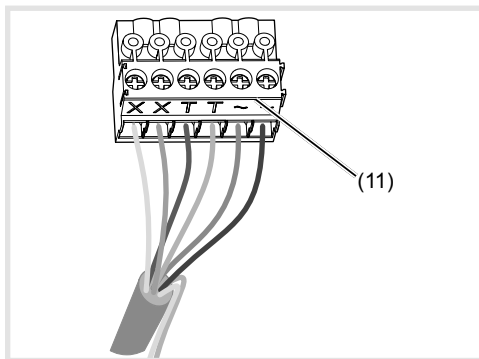

Figura 6: blocco di serraggio di collegamento cablato
- Tirare verso il basso il blocco di serraggio di collegamento (11) dell'apparecchio.
- Collegare la coppia di fili della linea bus a 2Fili ai morsetti **XX** del blocco di serraggio di collegamento (figura 6).
- Eventualmente collegare il cavo apriporta ai morsetti **TT** del blocco di serraggio di collegamento (figura 6 e 7).
- Per la retroilluminazione tasti di chiamata 12 V~, collegare la linea di alimentazione del trasformatore di rete ai morsetti **~** del blocco di serraggio di collegamento (figura 6 ... 8).